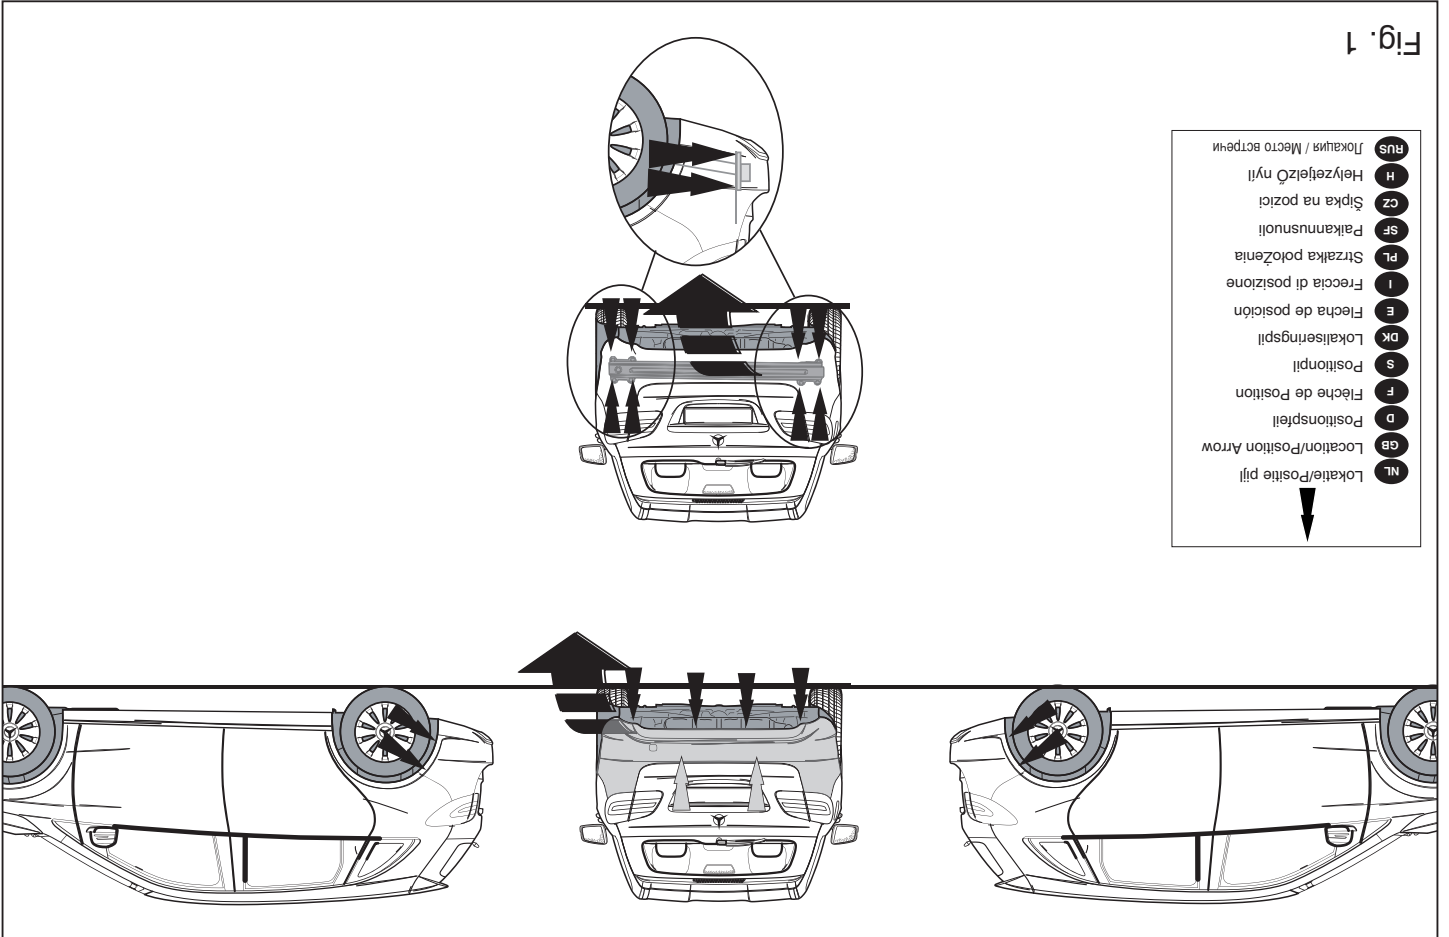

Fig. 1
1. Demonteer de bumper. (zie fig. 1)
4. Demonteer de stalen stootbalk van het voertuig, de stootbalk wordt niet meer gebruikt. (zie fig. 1)
1. Remove the bumper (see fig. 1).
4. Remove the steel buffer beam from the vehicle. The buffer beam will no longer be needed (see fig. 1).
1. Die Stoßstange abmontieren (siehe Abb. 1).
4. Die Stoßstange einschließlich des stählernen Stoßbalkens vom Fahrzeug abmontieren. Der Stoßbalken wird nicht mehr benötigt (siehe Abb. 1).
1. Démonter le pare-chocs (voir la fig.1).
4. Déposer le pare-chocs du véhicule y compris la traverse en acier ; la traverse ne sera plus utilisée (voir la fig.1).
1. Demontera stöttångaren (se fig. 1).
4. Demontera stötfångaren inklusive stötranden av stål från fordonet, stötranden förfaller (se fig. 1).
1. Demonter kofangeren (jævnfør fig. 1).
4. Demonter kofangeren, inklusive køretøjets stålstødbjælke. Denne bliver overflødig (jævnfør fig. 1).